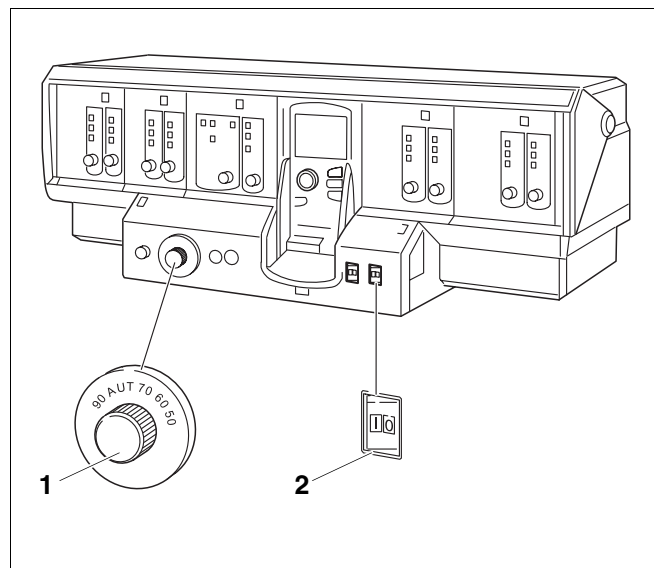

Рис. 3 Система управления (здесь: Logamatic 4000)
- Установите регулятор температуры котловой воды (рис. 3, **поз. 1**) в положение "AUT".
- Установите пусковой выключатель (рис. 3, **поз. 2**) в положение "I" (ВКЛ).
- Установите пусковой выключатель (рис. 3, поз. 1) в положение "0" (ВЫКЛ).